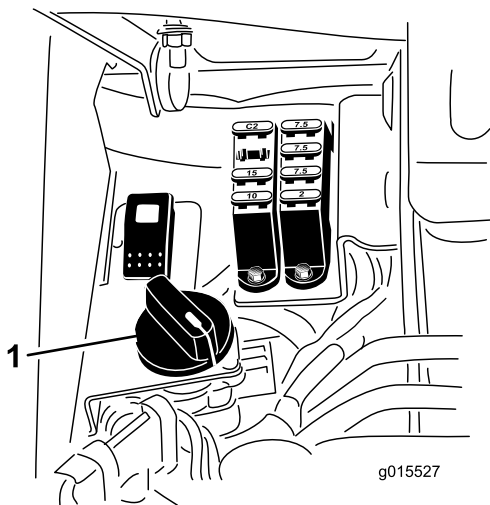

図 41
4. リールの速度を設定するには、ノブ（図 41）を回して、ノブの矢印を、所定の番号に合わせる。